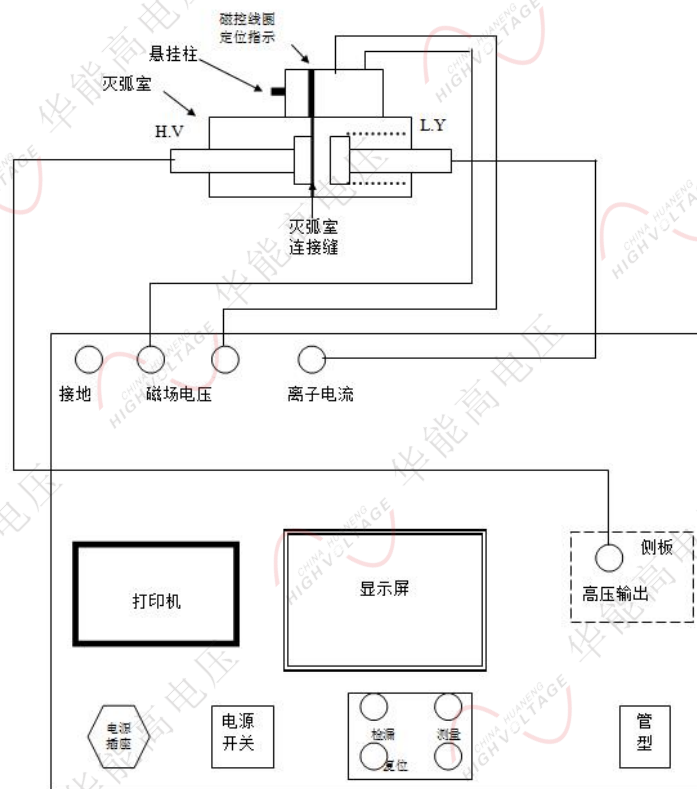

图 2 号
仪器面板如图 2 所示，检漏键用于对真空管真空度进行初步的判断，测量键用于施加高压及强电磁场对真空管真空度进行定量测试。在仪器侧面有一个高压输出端子，可用高压线连到真空管的一个触头上。离子电流输入端连接到真空管的另一个触头上。磁场电压两输出端应接到励磁线圈的两个接线端子上。接地端用于仪器外壳的保护接地。管型输入拨码开关用于输入灭弧室的管型，灭弧室的管型由灭弧室外直决定，带外罩的以外罩直径为准。
4、然后按图 2 所示悬挂好励磁线圈,白刻度线对准真空断路器中间位置,用绑带绑紧电磁铁和真空断路器(实验时脉冲电压会产生冲击力,避免造成真空断路器的损裂)。